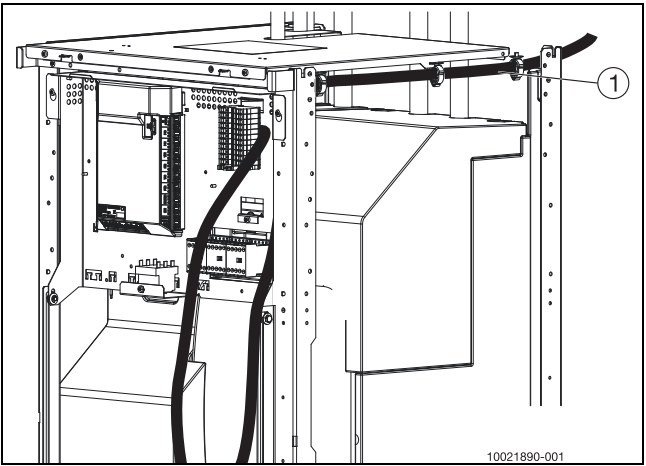

Fig. 17
- Collegare il cavo conduttore lo schema elettrico (fig. 17).